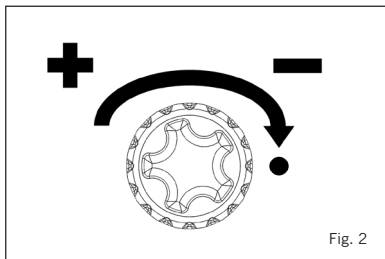

Fig. 2
- Draai de regelknop op de Power Pak tegen de klok in om de gastoevoer te openen (Fig. 2).